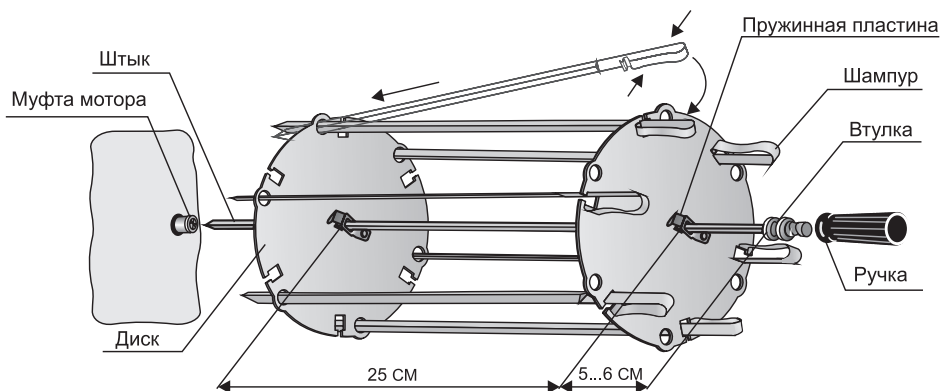

Рис.9
- Сжав пружинную пластину, оденьте на штык диск на расстоянии 5-6 см от втулки (рис. 9).